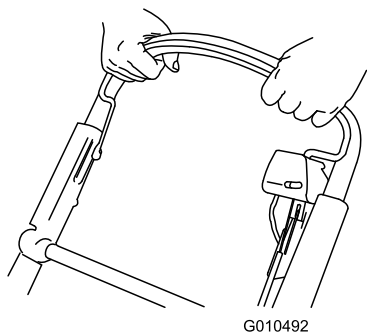

Figura 24
2. Sujete la barra de control de la cuchilla contra el manillar (Figura 24).